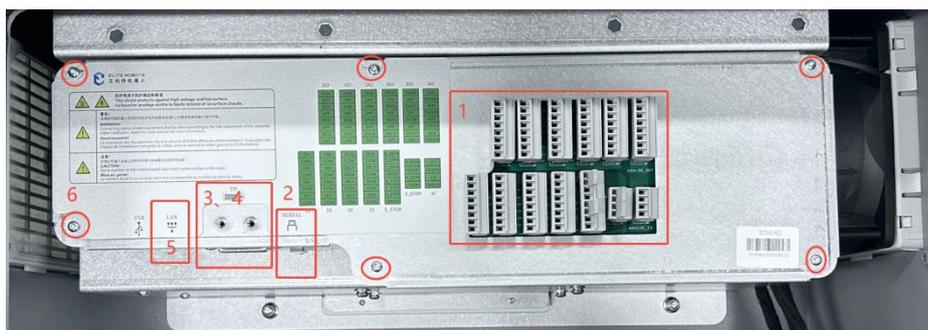

图 3-28：接口插座、通讯连接器、螺钉及网线位置
1. 关闭控制箱并断开电源线，打开控制箱机柜，将控制箱躺平，按照如下顺序依次拆卸，如图 3-28 所示；
5. 将护罩钣金安装好后锁上 6 颗 M3 螺钉，并依次将图中零件安装回原位如图 3-28 所示；